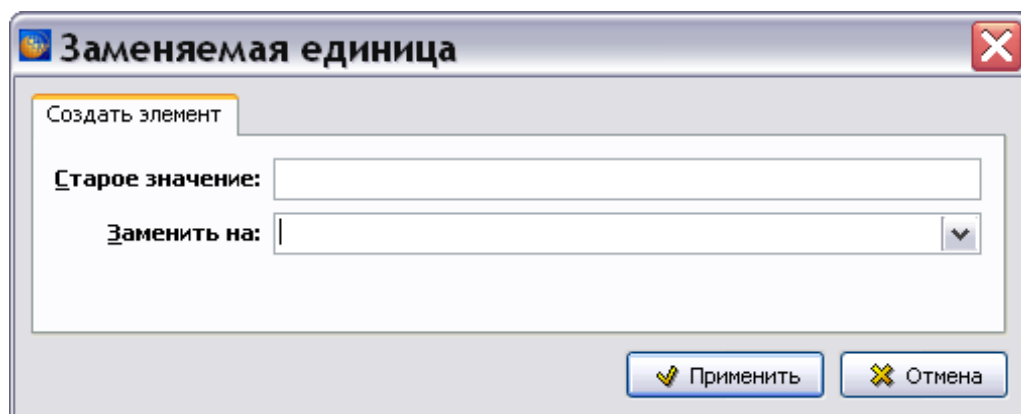

Рисунок 135
- Нажатие на кнопки **Добавить**  и **Редактировать**  приводит к открытию окна **Заменяемая единица**, пустого в первом случае и заполненного параметрами выбранного элемента во втором (рисунок 135).